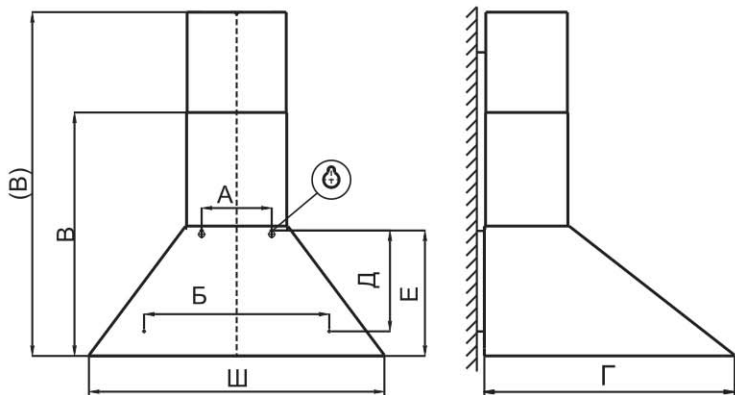

РИС. 3
6.1 Крепление вытяжного зонта (рис.3):
(В) - высота зонта с максимально выдвинутой верхней фальштрубой (рис. 3).